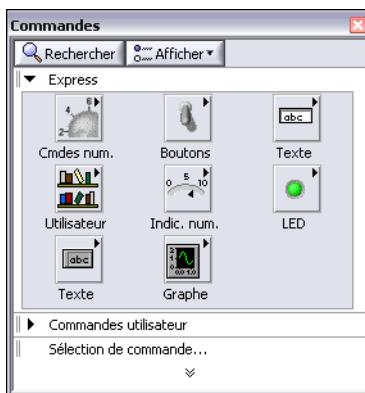

Figure 1-4. Palette des commandes
1. Si la palette **Commandes**, représentée dans la figure 1-4, n'est pas apparente sur la face-avant, sélectionnez **Affichage»Palettes des commandes** pour l'afficher.